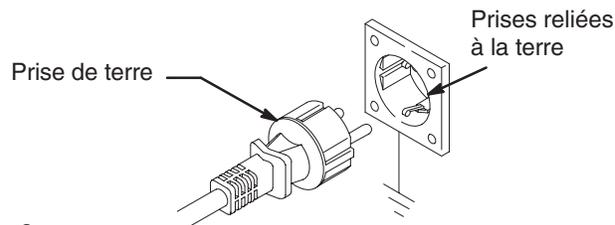

Fig. 2
1. Cet appareil fonctionne sur secteur de 230 V CA, 50 Hz, 10A doté d'une prise de terre. Voir Fig. 2.